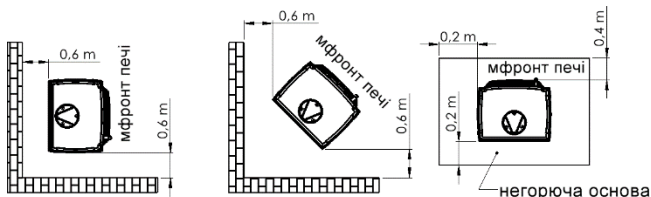

Рис. 2. Безпечні відстані від печі
- встановити її на негорючій основі, яка розмірами більша за піч мін. на 0,4 м від передньої частини печі і мін. 0,2 м, від бокових частин і ззаду печі (див. рис. 2),